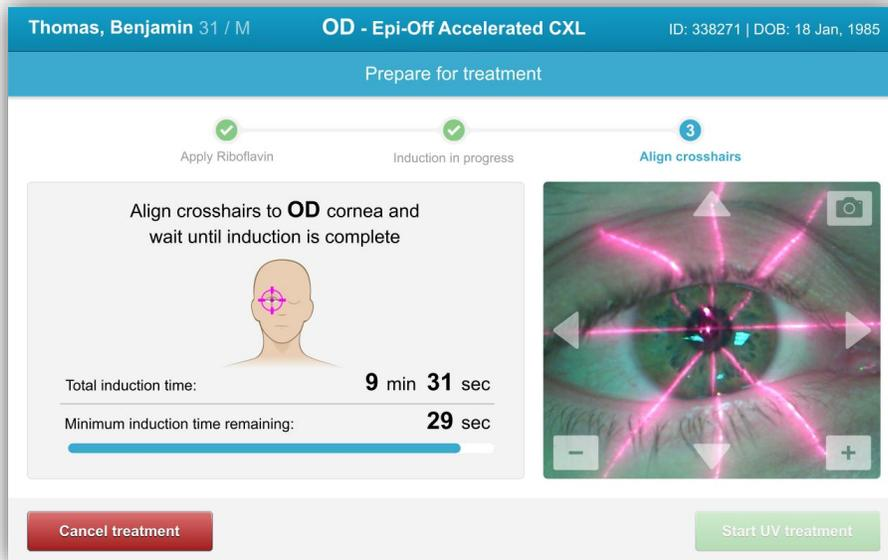

Figure 3-23. Alignement des pointeurs en croix durant l'induction
- Les lasers d'alignement rouges s'allument 30 secondes avant la fin de la période d'induction, comme illustré à la figure 3-23.